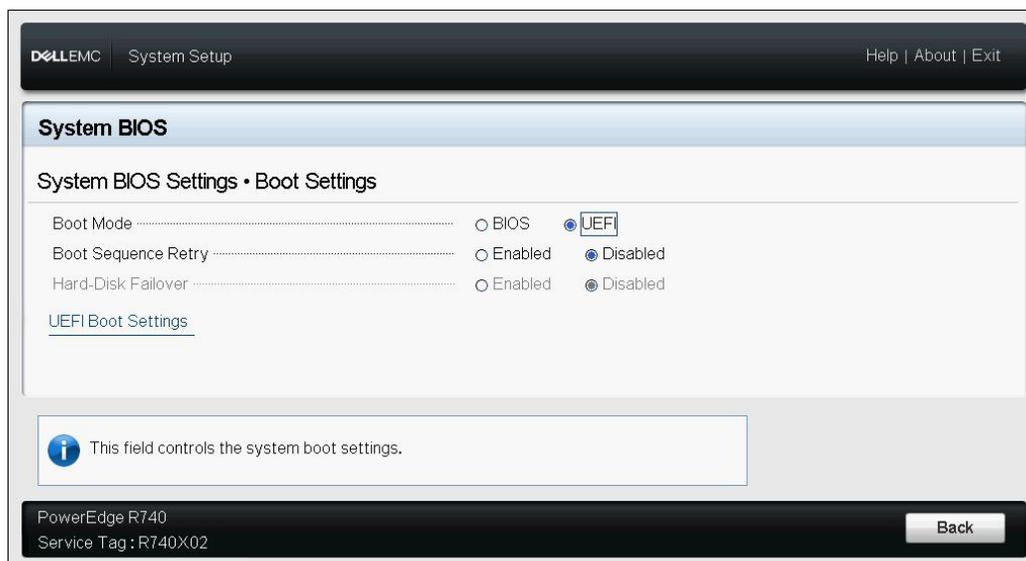

Abbildung 9-2. Systemeinarichtung: Starteinstellungen
2. Rufen Sie das Menü „System Utilities“ (Systemdienstprogramme) (Abbildung 9-2) auf.